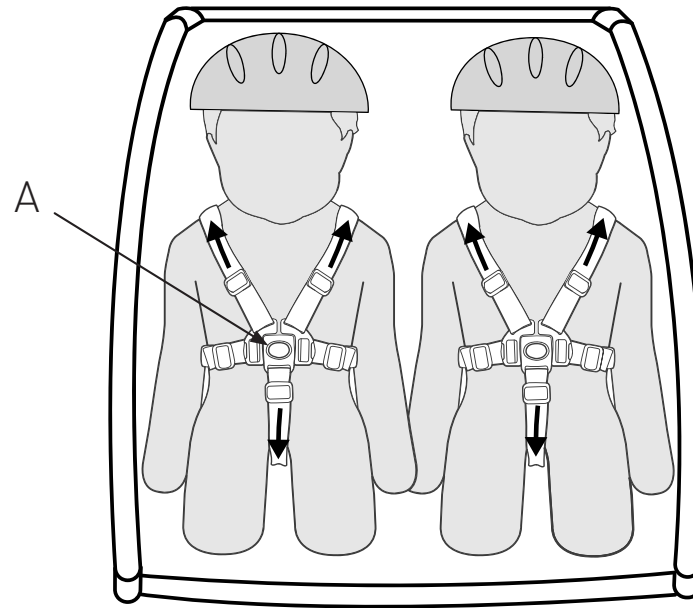

Figure 21
1. Avant d'installer/désinstaller votre enfant, engagez le frein de stationnement. Une fois l'enfant assis, sécurisez et ajustez les harnais. Attachez les sangles et les ceintures dans le harnais à 5 points, puis ajustez-les (Figure 21). Attachez et ajustez la/les ceinture(s) sous-abdominale(s).